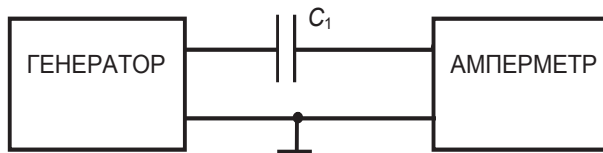

Рис. 1.2. Измерение модуля сопротивления емкости
3.5.1. Собрать схему (рис. 1.2). Установить амплитуду сигнала близкой к максимальной, измерить ее при помощи вольтметра.